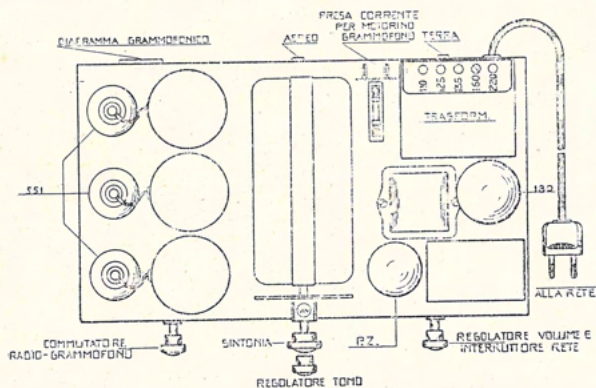

Fig. 3
4. Inserire la presa di terra nell'apposita bussola (vedi fig. 3) la terra potrà essere un tubo dell'acqua, del gas o del termosifone.
basta inserire i fili del motorino mediante una spina bipolare nelle apposite bussole dello chassis (vedi fig. 3).